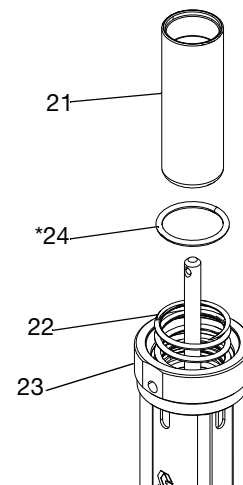

FIG. 15
- Skjut luftkolven (21) ut ur luftmotorbasens överände (23). Avlägsna o-ring (24*) från luftmotorbasen. Inspektera alla delar, inklusive fjädern i luftmotorbasen (22) efter skador. Se FIG. 15.